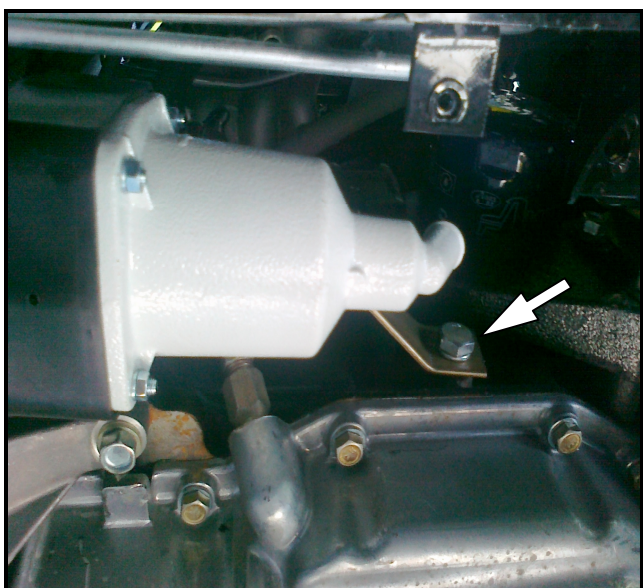

Рис.3 Положение подогревателя и болт крепления
3.9. Подогреватель вместе с кронштейном закрепить на болт из комплекта к блоку двигателя (рис.3).